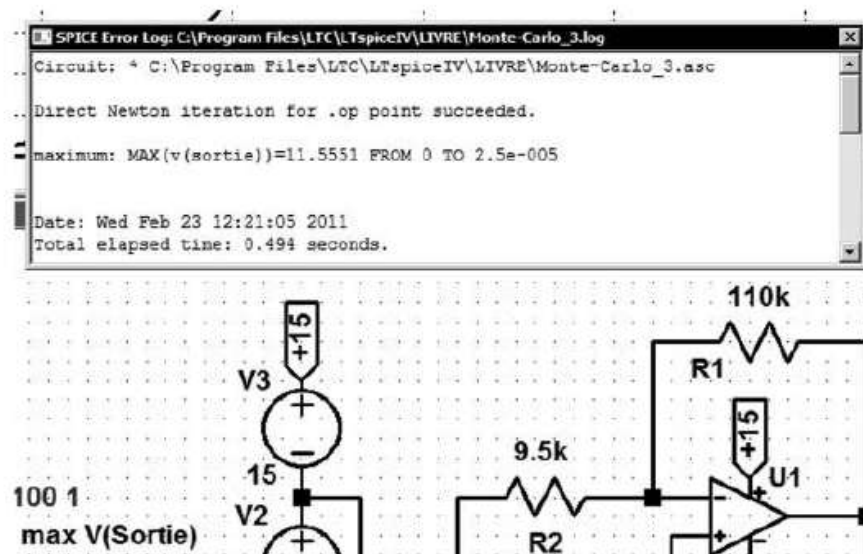

Figure 19.60
1. **$R1$ maximum et $R2$ minimum** (à comparer aux valeurs de la figure 19.60).